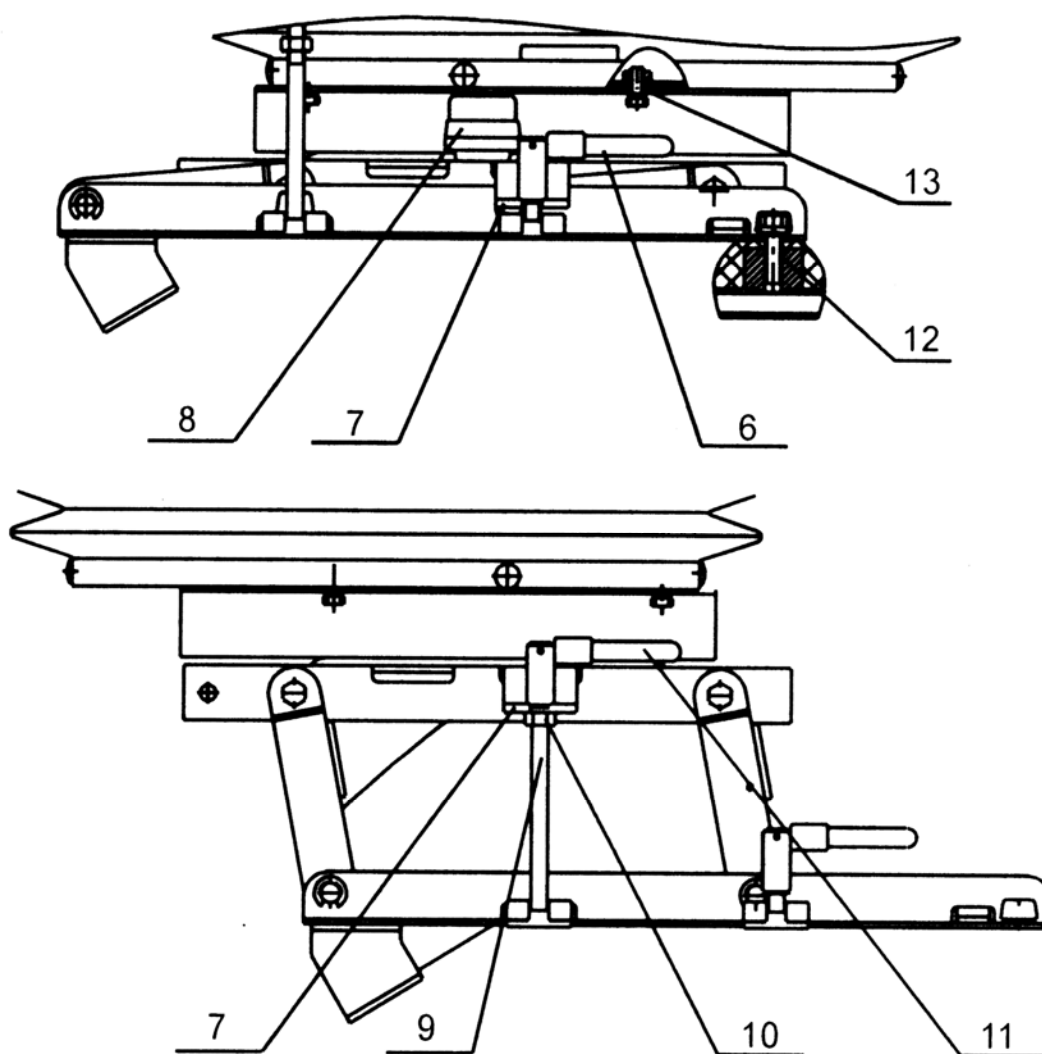

Рис.7.11
Положение «реверс». Для установки сиденья в положение «реверс», отверните зажимы (6), (рисунок 7.11), и выведите их из пазов кронштейнов панели (7), поднимите рычаг (8) и разверните сиденье на 180°. Резким движением вверх и на себя поднимите сиденье. Заведите винты (9) в пазы кронштейнов панели (7) и заверните гайку (10) до упора в кронштейны и затяните зажимы (11) крутящим моментом (44 ... 56 Н·м).
- 1) снимите защитные колпачки и отверните болты (12), (рисунок 7.11);
- 3) отверните болты (13), (рисунок 7.11), и снимите сиденье с механизма реверса;